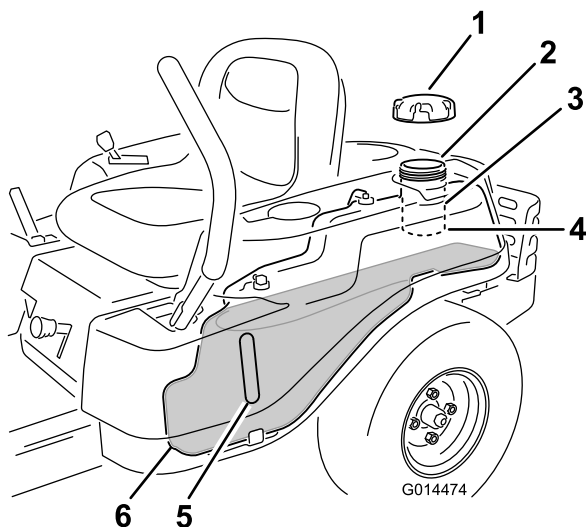

Figure 7
- Remarque:** Vous pouvez utiliser le regard pour vérifier la présence d'essence avant de faire le plein (Figure 7).
2. Versez **lentement** de l'essence jusqu'à ce que le niveau atteigne la base du goulot de remplissage (Figure 7).